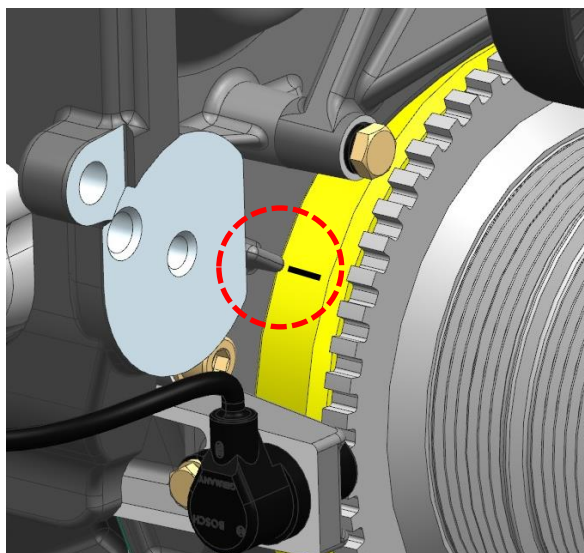

Рис.72. Риска на шкиве коленчатого вала и указатель на крышке цепи
1. Установить поршень 1-го цилиндра в ВМТ такта сжатия, повернув коленчатый вал по ходу вращения (по часовой стрелке) до совпадения риски на диске демпфера шкива коленчатого вала с ребром-указателем в виде прилива на крышке цепи (рис.72).
8. Повернуть коленчатый вал по ходу вращения на два оборота и совместить риску на диске демпфера шкива коленчатого вала с выступом на крышке цепи, как показано на рис.72.